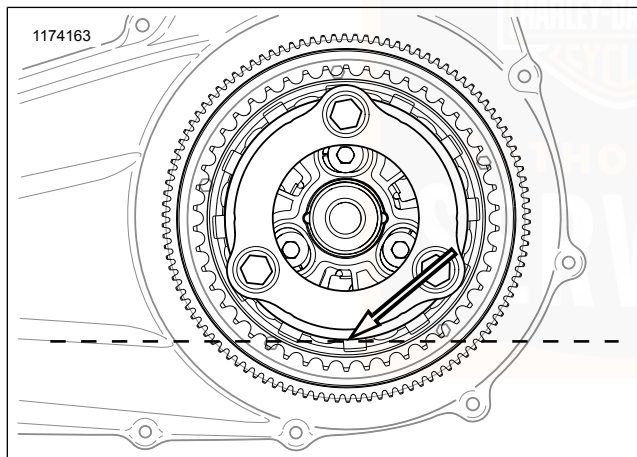

Abbildung 60. Stand des Primärkettengehäuse-Schmiermittels
- b. Siehe Abbildung 60. Der korrekte Füllstand liegt ca.